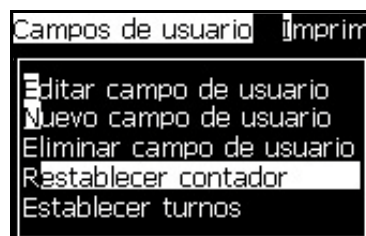

Figura 5-40: Seleccione Restablecer contador
- 2 Seleccione la opción *Restablecer contador* (consulte Figura 5-40).